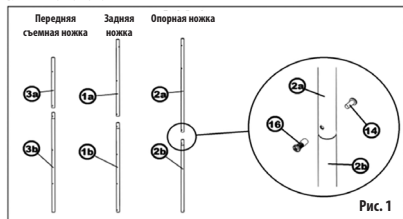

Рис. 1
Соедините попарно трубки ножек, детали с суженным концом – это всегда нижняя половина ножек; сужение направлено вверх (Рис. 1). Опорную ножку (2а+2б) соедините с помощью декоративного болта (14) и накладки (16); соединения на остальных ножках будут скрыты под ступеньками лестницы (7).